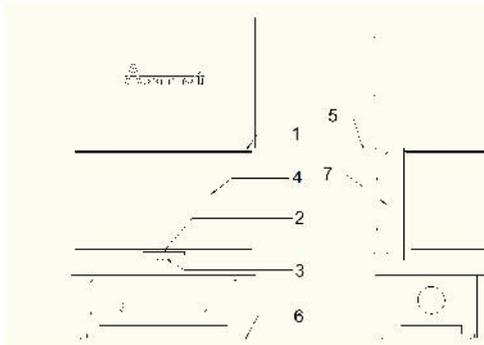
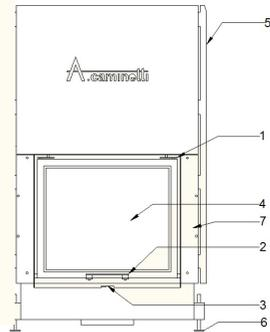

FIG. 5a
FIG. 5b
- sistema puerta levadiza o guillotina (fig. 5a) (fig. 5b)